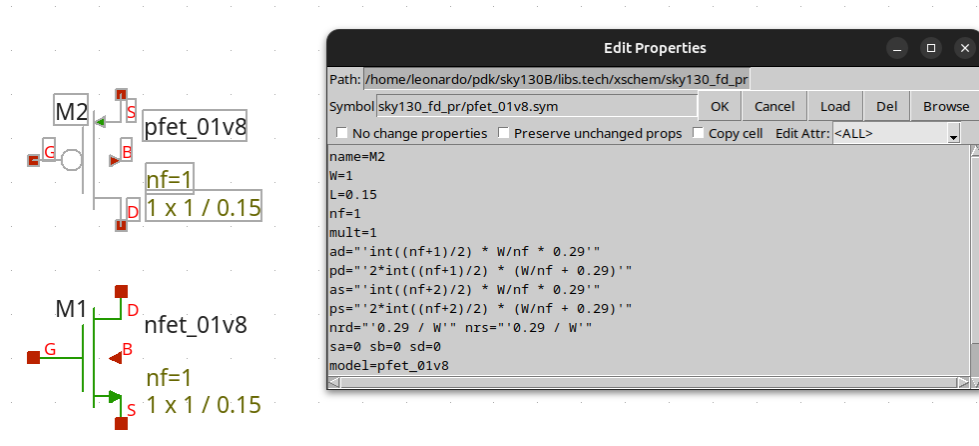

Figura 7: Editar parámetros del transistor.
7. Haciendo doble click en el componente puede editar sus parámetros característicos, figura 7.